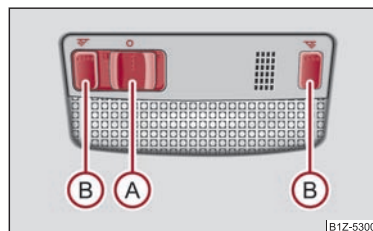

Fig. 39 Illuminazione abitacolo con luci di lettura
- Premendo l'interruttore **(A)** in direzione del bordo della luce, viene visualizzato il simbolo  => fig. 39.